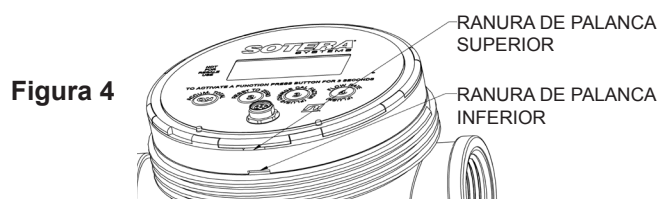

Figura 4
2. Inserte un destornillador con cabeza fresada en la ranura superior (consulte la Figura 4) y ejerza un poco presión en el módulo electrónico.